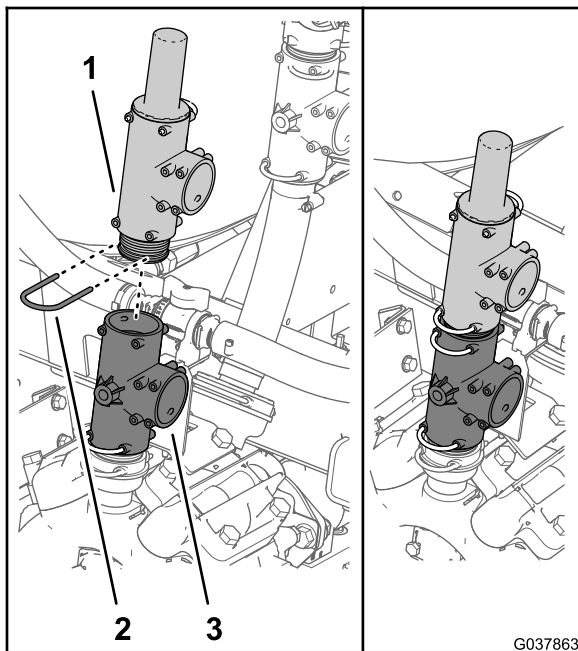

Figure 67
5. Fixez le raccord en T avec le clapet de décharge au raccord en T situé au sommet de la pompe de pulvérisation à l'aide de l'étrier que vous avez retiré à l'opération 3, comme montré à la Figure 67.